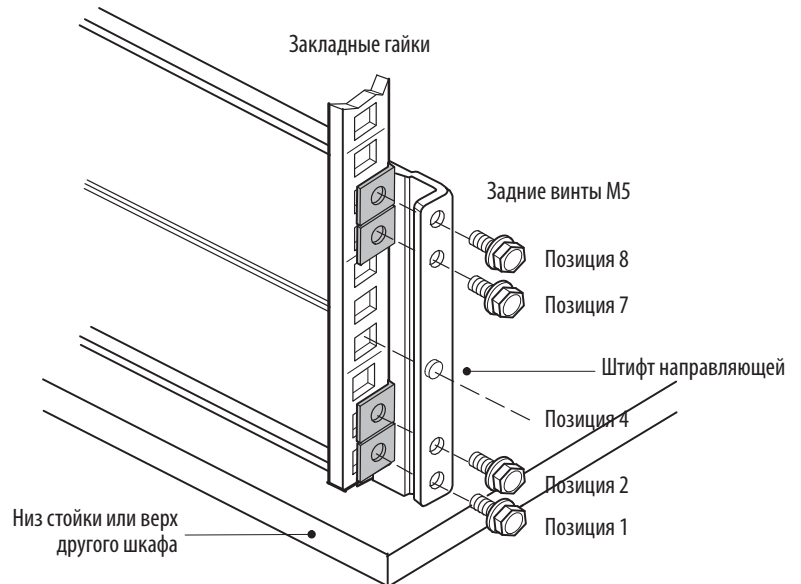

Рисунок 20. Закрепление задней направляющей (показана правая направляющая в сборе)
5. Прикрепите направляющую к задней части стойки с помощью четырех винтов M5 и зажима или закладных гаек (см. рисунок 20).